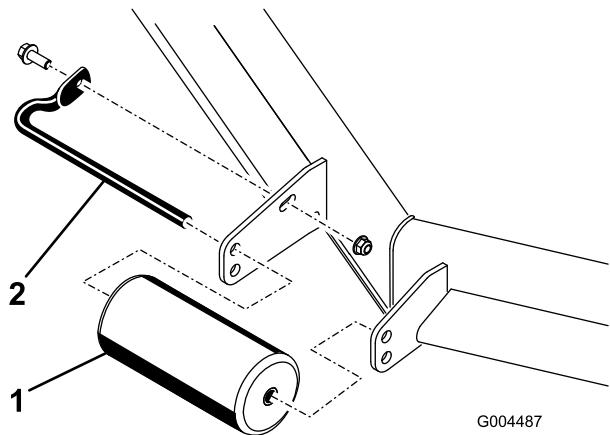

Figura 20
4. Togliete i fermi di fissaggio da ciascun rullo sul piatto di taglio, ed alzate o abbassate i rulli come opportuno; vedere da Figura 20 a Figura 24 come opportuno per il vostro tosaerba.